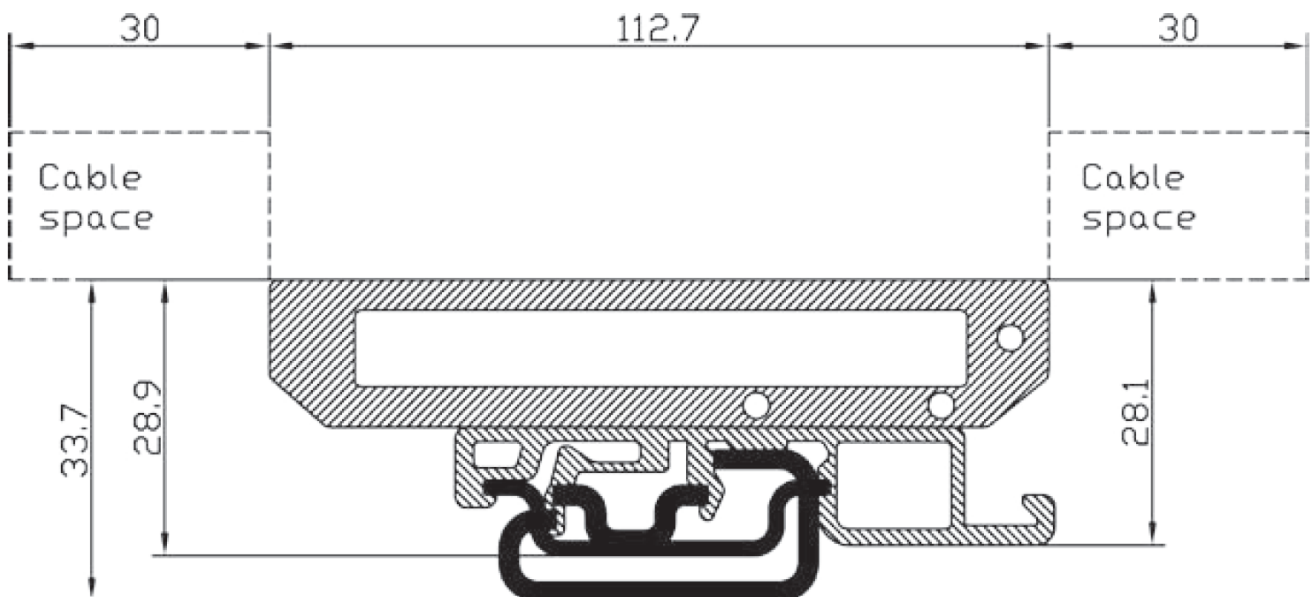

Рисунок 3 Установочный чертеж DMS-112.
1. Выберите место для установки, учитывая что плата устройства не закрыта, размещать DMS-112 необходимо в закрытой консоли или распределительном щите. Для удобства разводки проводов оставьте не менее 30 мм свободного пространства относительно верхнего и нижнего краев печатной платы устройства (смотрите Рисунок 3).
2. Установите устройство на стандартную DIN-рейку шириной 35 мм. Усилием руки проверьте надежность его крепления (размеры для установки смотрите Рисунок 3)